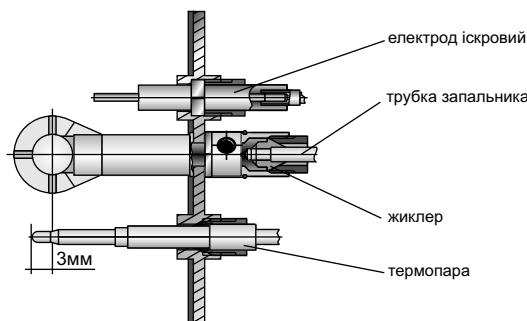

**Рис. 1 Котел отопительный водогрейный стальной "Березка", "В" при работе на природном газе**
- для котлов, которые работают на природном газе, поднять лист тонкой бумаги к нижнему отверстию горелочного устройства (рис.1, поз.6) - лист должен засасываться в середину котла.
Котел отопительный водогрейный стальной "берізка", "берізка В" выполненный в виде напольного шкафа прямоугольной формы (см. рис.1), фронтальная сторона которого затворена дверцей, которая обеспечивала доступ к запуску котла и управление его работой.
- загрузочная дверка (поз.17 рис.1), которая служит для обслуживания котла, установки турбулізаторів, заслонки, перегородки и чистки газохода.
В газоходе котла размещенный шибер (поз.2). Перегородка, (поз. 2, рис.1), и турбулизатори (поз.8, рис.1) должны быть сняты.
рукоятку управления против часовой стрелки к положению 1...7 (рис.12). Максимальная температура теплоносителя отвечает цифре 7 на рукоятке управления. Температуру контролируйте термометром (рис.1), регулирование температуры теплоносителя (воды) осуществляется термостатом газового клапана через термобалон (поз.4 рис.2), вставленный в стаканчик корпуса котла.